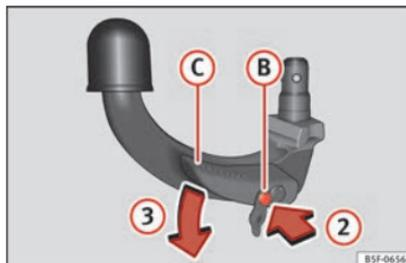

Fig. 221 Passaggio 2
- Premere il perno di sblocco ⑨ nel senso della freccia ② e, al contempo, spingere fino in fondo la leva ③ nel senso della freccia ③ » **fig. 221**.